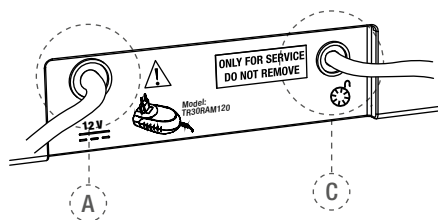

Рис. 2 Задняя панель устройства управления
- Вставить штекер зарядного устройства аккумулятора в соединительное гнездо (А - см. рис. 2) на задней панели прибора (подробности см. в разделе 7.3.3).
- Вставить кабель ножной педали в гнездо на задней панели прибора (С - см. рис. 2).
Оранжевый мигающий: зарядное устройство аккумулятора надлежащим образом подсоединено к гнезду **A** (см. рис. 2) на задней панели прибора, и аккумулятор заряжается. В случае если прибор выключается, а зарядное устройство аккумулятора подключено, прибор снова начнет работу и на дисплее появится следующее сообщение: